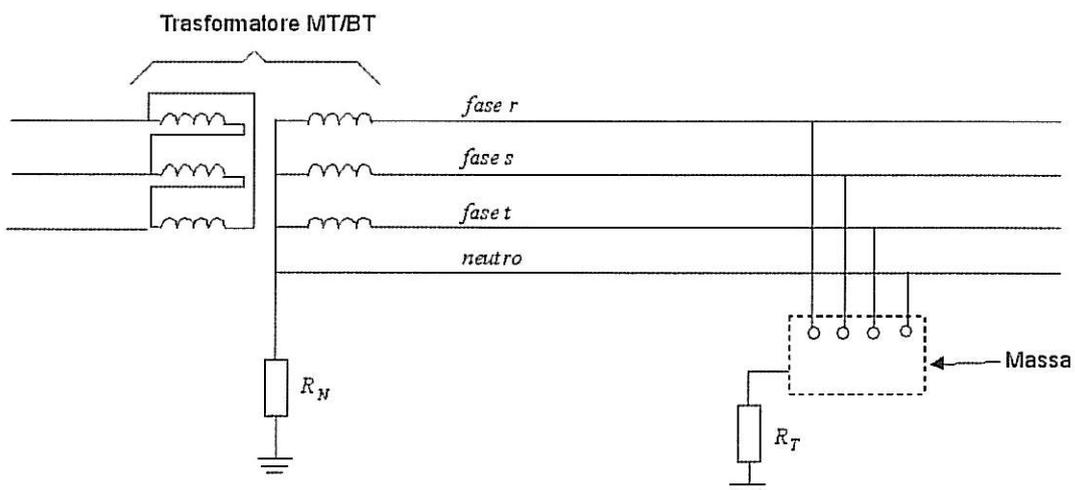

Figura 2.1: sistema TT [1]
**SISTEMA TT:** è il tipico sistema impiegato in Italia per alimentare le utenze in bassa tensione. In tale sistema il centro stella del trasformatore di cabina è collegato a terra e anche le masse degli utenti sono collegate a terra (figura 2.1).